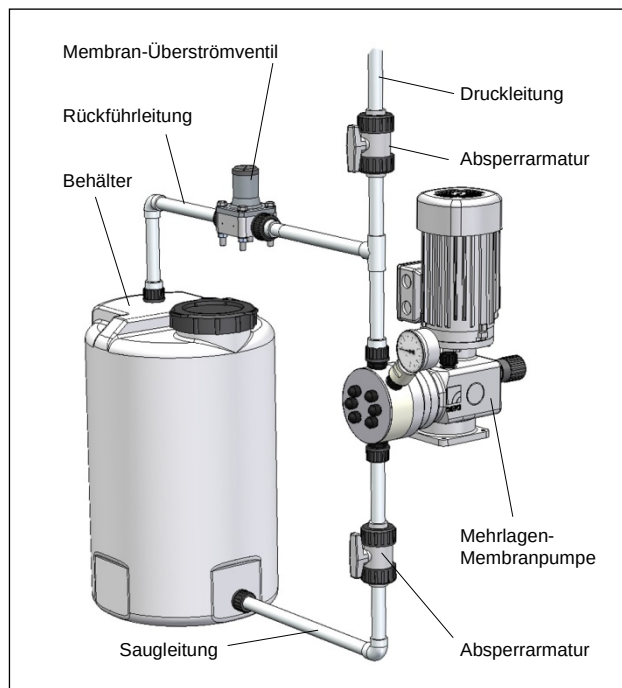

Abb. 20 Installation mit (externem) Überströmventil
- mit Gefälle in den - unter atmosphärischem Druck stehenden - Vorratsbehälter oder in eine offene Aus-/Ablaufrinne führen (vgl. Abb.20).